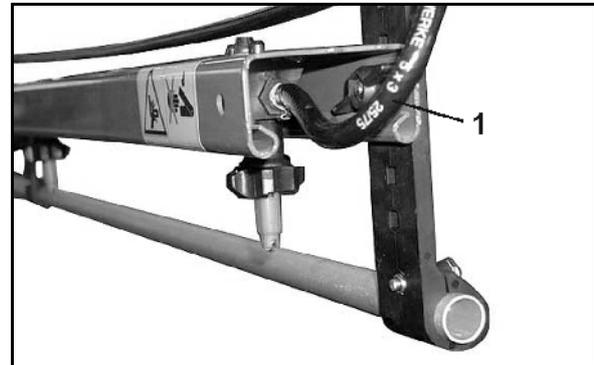

Fig. 68
- permet, lorsque le système de circulation de pression est activé, une circulation permanente du liquide dans la conduite de pulvérisation. Pour ce faire, un raccord de flexible de rinçage est assigné à chaque tronçonnement (Fig. 68/1).
- un flexible raccord de rinçage (Fig. 68/1) par tronçon.